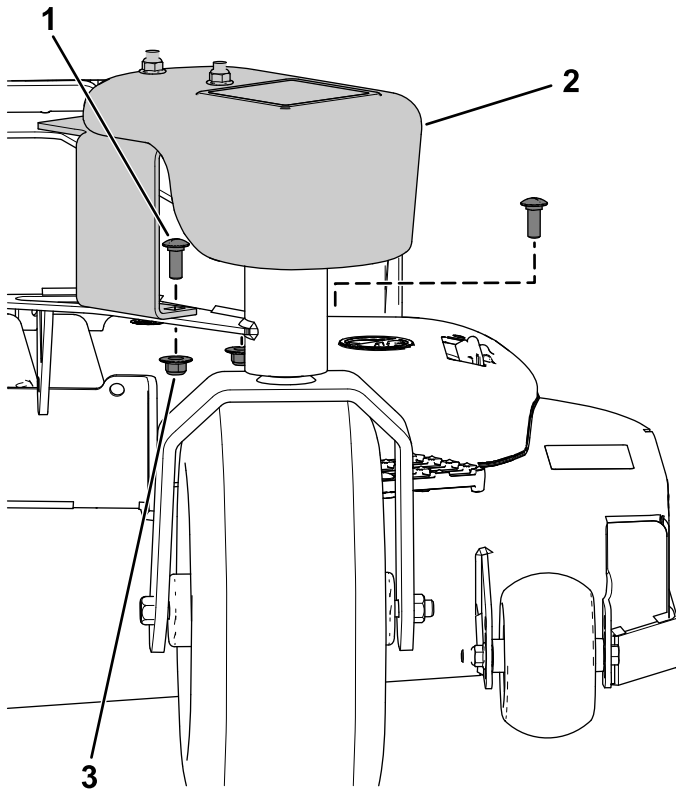

Figura 6
1. Sujete el peso al brazo de la rueda giratoria usando 2 pernos de cuello cuadrado ($\frac{3}{8}$ " x 1") y 2 tuercas con arandela prensada ($\frac{3}{8}$ "), como se muestra en la Figura 6.